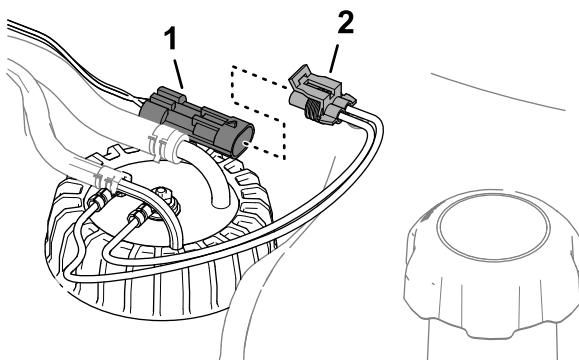

**Figure 86**
2. Retirez les 5 vis cruciformes qui fixent le couvercle du transmetteur de niveau de carburant sur le réservoir de carburant et déposez le couvercle (Figure 86).